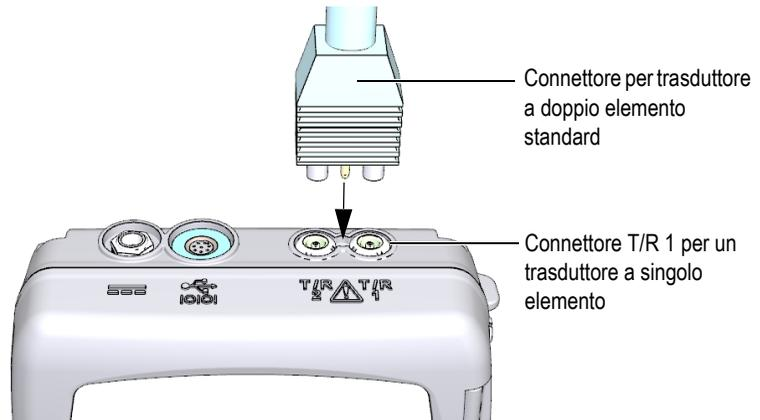

Figura 5-1 Collegamento del trasduttore
1. Collegare il trasduttore nei connettori del trasduttore situati nella parte superiore del 38DL PLUS (vedere Figura 5-1 a pagina 72). Usare il connettore T/R 1 per un trasduttore a singolo elemento.